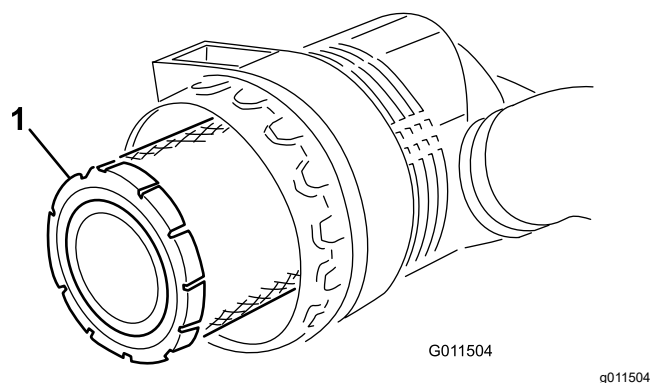

Рисунок 88
5. Снимите и замените фильтр грубой очистки (Рисунок 88).